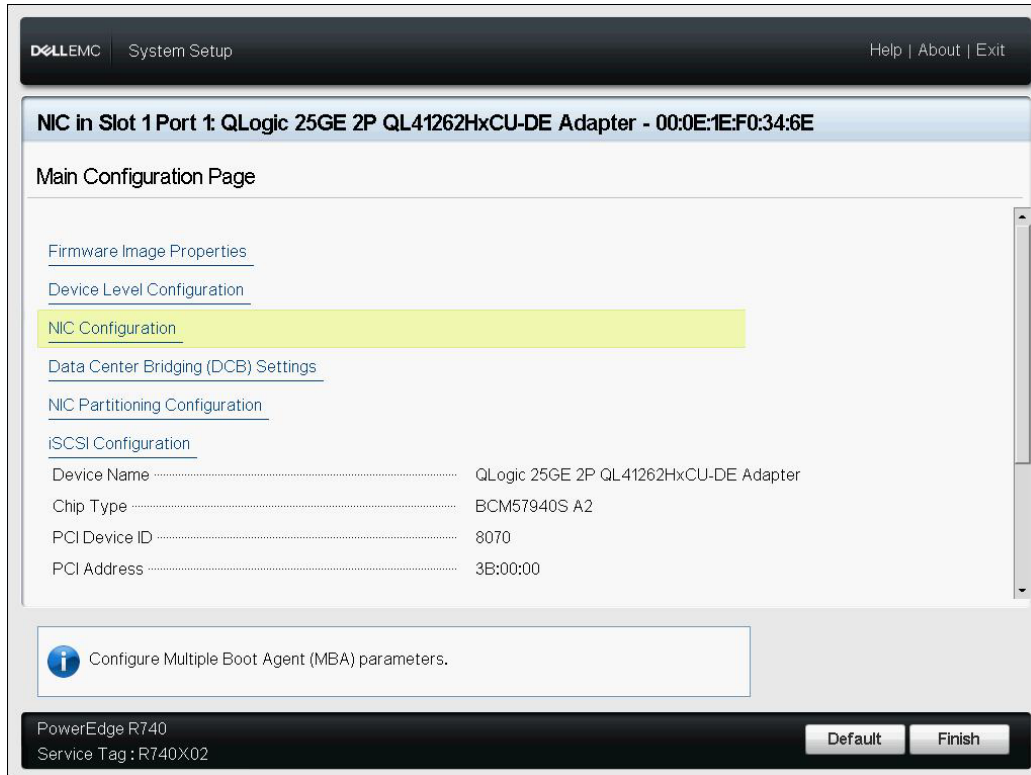

Figure 9-4. Sélection de la configuration NIC
4. Sur la page de configuration principale, sélectionnez **Configuration NIC** (Figure 9-4), et appuyez sur ENTRÉE.